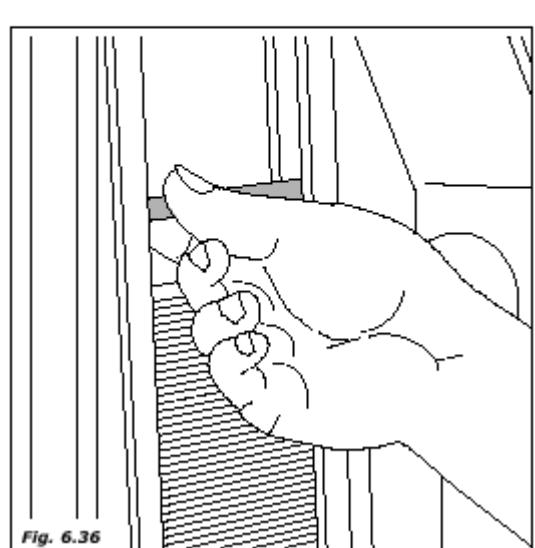

Fig. 6.36
- установите держатель для ложек (рис. 6.36)